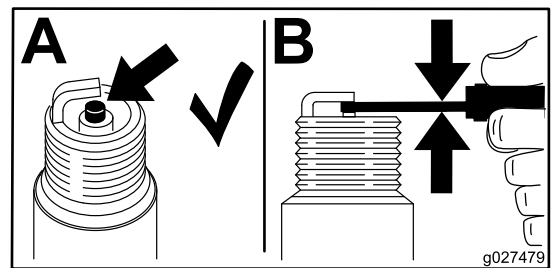

Figure 36
1. Contrôlez la bougie (Figure 36).
2. Contrôlez l'écartement entre l'électrode centrale et l'électrode latérale (Figure 36). Courbez l'électrode latérale si l'écartement est incorrect.